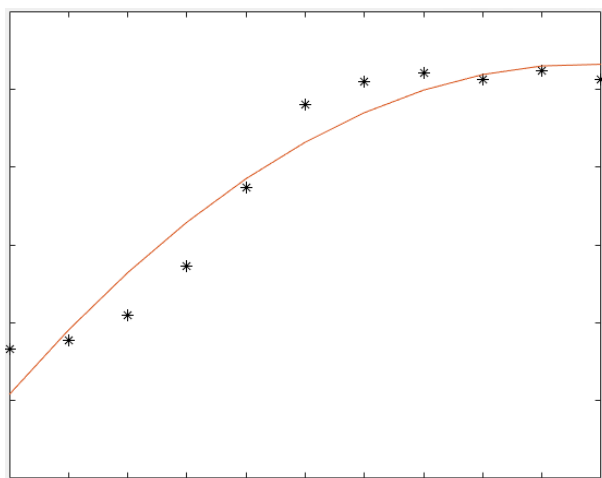

图 3: Figure example 3
- (1) 综上所述, 得到静态工作点为 U_{CQ} 为 6V 时, 处于静态工作点。
- (2) 频幅特性如下图 3, f_H 为 185Hz
- (3) R_c 和 R_L 会对静态偏置点和放大倍数造成影响。